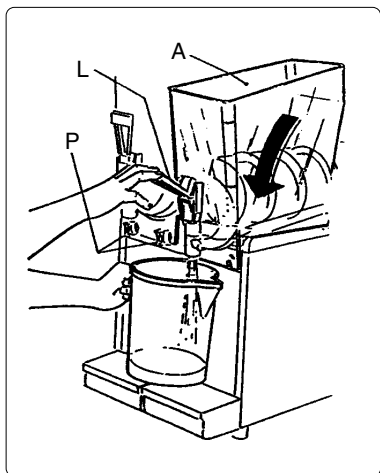

Fig. 10
a) dévissez les pommeaux (P), baissez le bac (A) afin d'éliminer les éventuels résidus de produit à travers le robinet de vidage (voir la fig. 10).